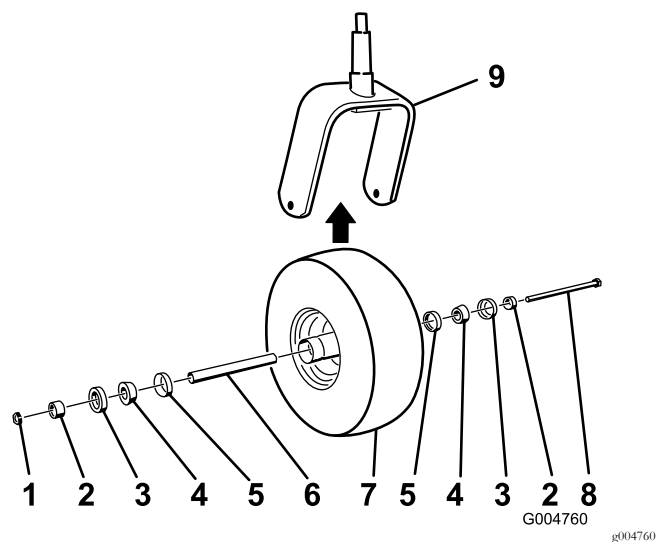

Figura 46
5. Monte a roda empurrando os rolamentos cónicos e vedantes, cheios de massa lubrificante, para dentro do cubo da roda, posicionado conforme ilustrado em Figura 46.
2. Retire a porca de bloqueio do parafuso (Figura 46).